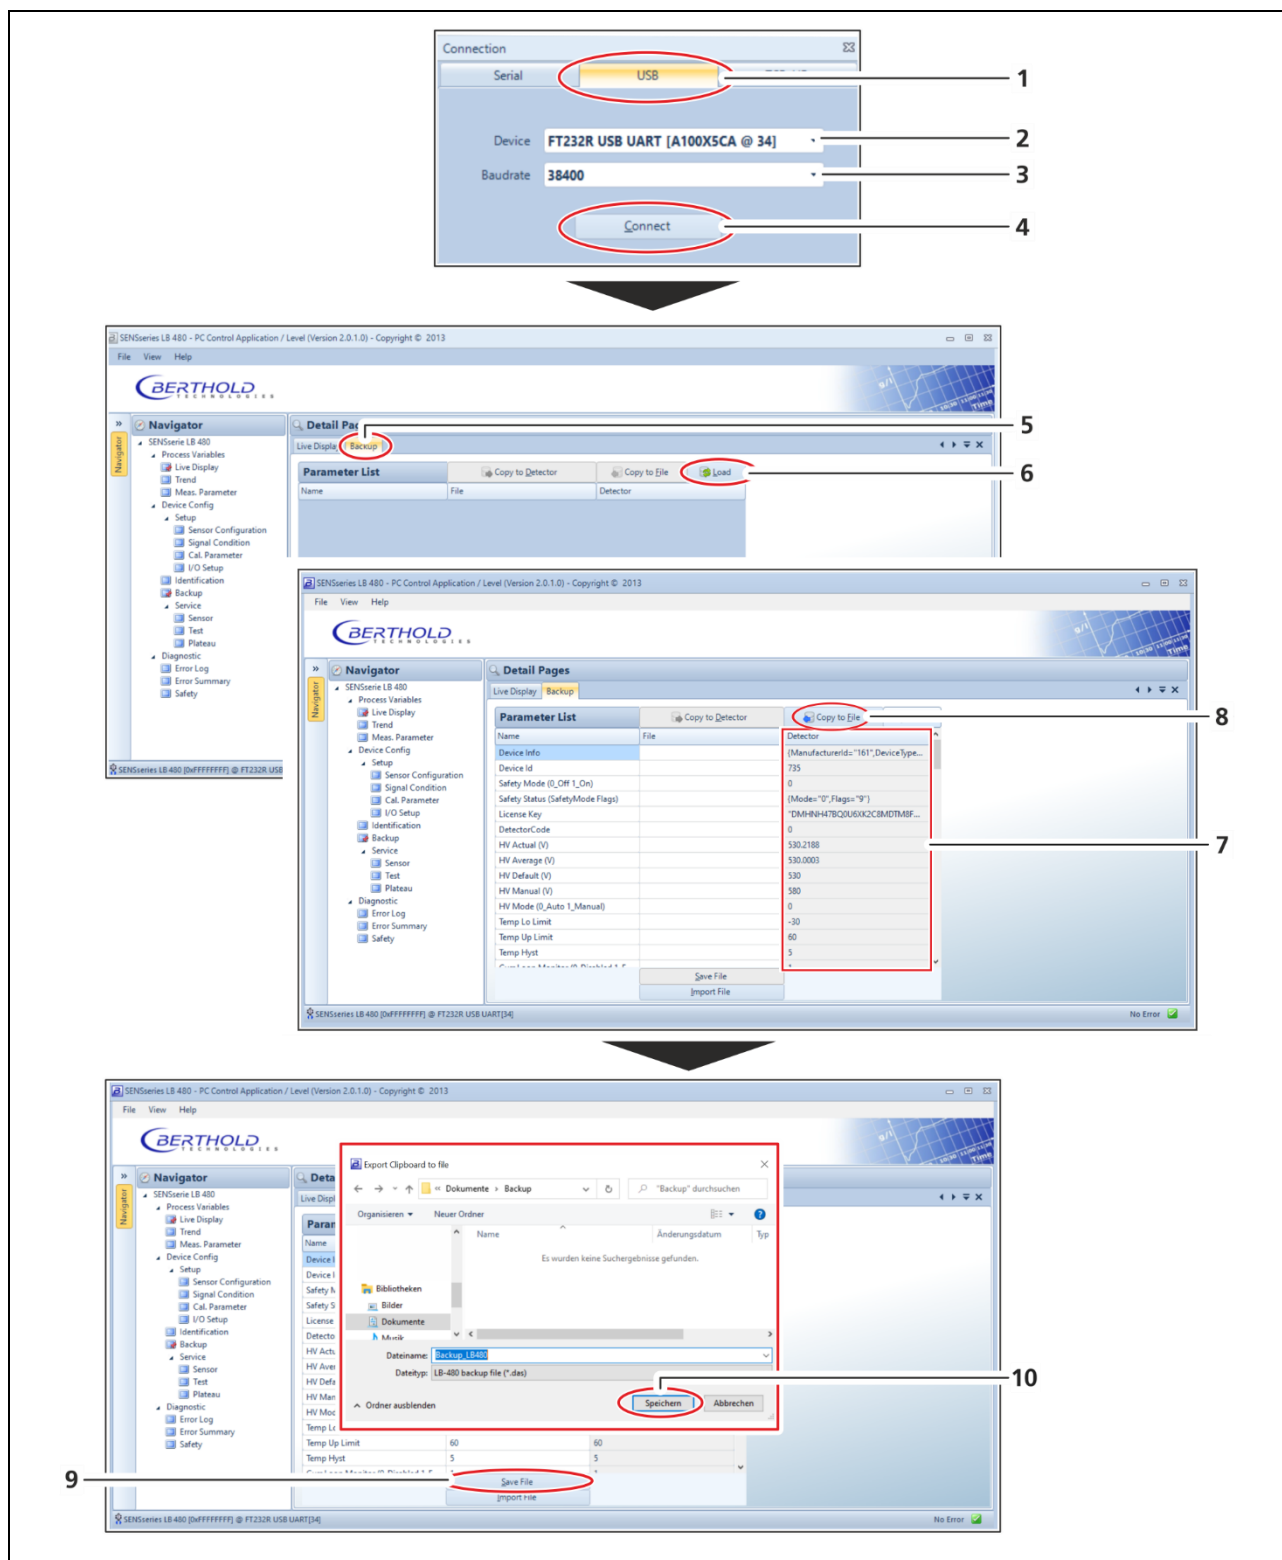

Abb. 2 Datensicherung mit **LB 480-PC UserInterface Level**
10. Starten Sie das Programm **LB 480-PC UserInterface Level** und klicken Sie auf die Registerkarte „USB“ (Abb. 2, Pos.1).
11. Wählen Sie unter „Device“ (Abb. 2, Pos.2) das Service-Modem aus.
12. Wählen Sie unter „Baudrate“ (Abb. 2, Pos.3) 38400 Baud aus.
13. Klicken Sie auf <Connect> (Abb. 2, Pos.4).
14. Klicken Sie im Menübaum **Device Config ▶ Backup** (Abb. 2, Pos.5) auf die Schaltfläche <Load> (Abb. 2, Pos.6).
- ▶ Alle Parameter werden in der Spalte „Detector“ angezeigt (Abb. 2, Pos.7).
15. Klicken Sie auf die Schaltfläche <Copy to File> (Abb. 2, Pos.8).
16. Klicken Sie auf die Schaltfläche <Save File> (Abb. 2, Pos.9).
17. Wählen Sie einen Speicherort der Backup-Datei aus und klicken Sie auf die Schaltfläche <Speichern> (Abb. 2, Pos.10).